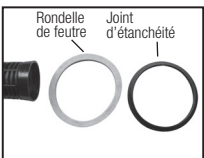
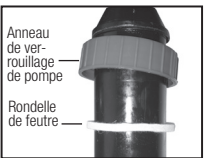

Figure 5
Figure 6
6) Joint d'étanchéité du boîtier de chambre de pression et rondelle de feutre: Glissez le joint d'étanchéité et la rondelle de feutre pour les enlever du corps de la chambre de pression (figure 5). Remplacez d'abord la rondelle de feutre en vous assurant de ne pas replier la rondelle en la relevant de la chambre de pompe et dans l'anneau de verrouillage de pompe (figure 6). La rondelle de feutre est pré-lubrifiée pour fournir de la lubrification entre le boîtier de la chambre de pression et le joint d'étanchéité de la chambre de pression. Avant de l'installer, assurez-vous que la rondelle de feutre est libre de contamination. Remplacez le joint d'étanchéité dans l'ouverture de la pompe du réservoir en vous assurant que l'extrémité à bride est vers le haut (si ceci est assemblé à l'envers, il y aura des fuites) (figure 7). Assurez-vous que les côtés du joint d'étanchéité sont à l'intérieur de l'ouverture de la pompe du réservoir et que la bride repose à niveau sur la surface scellée de l'ouverture de la pompe du réservoir.